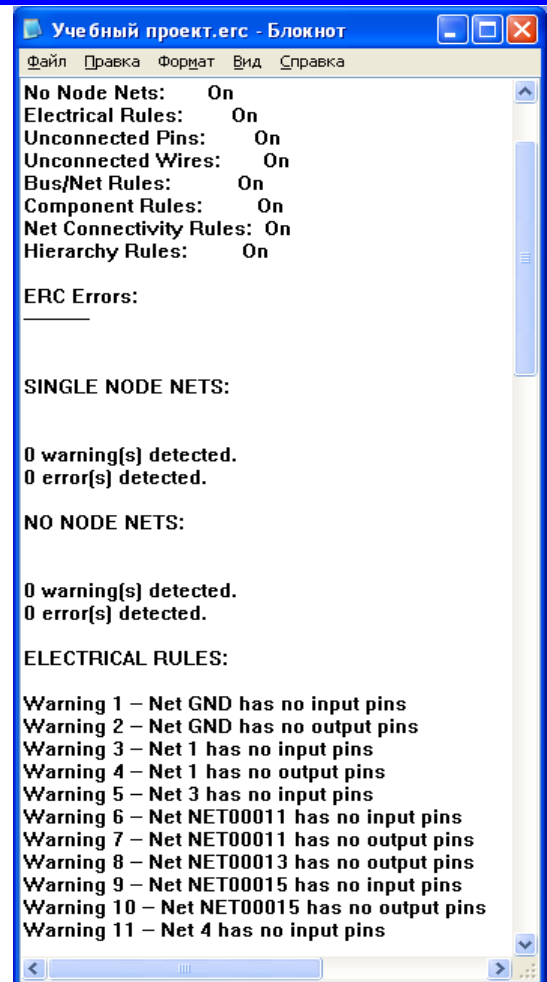

Рисунок 5.32 – Фрагмент текстового файла с расширением *.erc* с результатами поиска ошибок
- После этого программой производится поиск ошибок, результаты которого выводятся в текстовом файле с расширением **.ERC**. Пример фрагмента такого файла приведен на рис. 5.32.